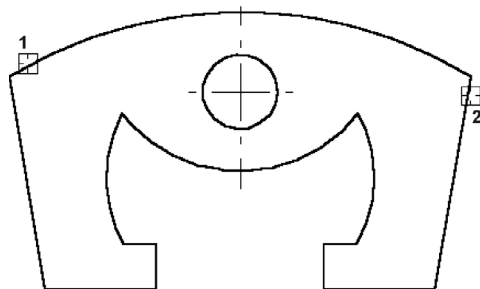

Рис. 40.4. Указание углов объекта для скругления
2. В ответ на запрос системы **Укажите угол ломаной или контура для построения скругления** щелкните курсором в углах контура, как это показано на рис. 40.4.